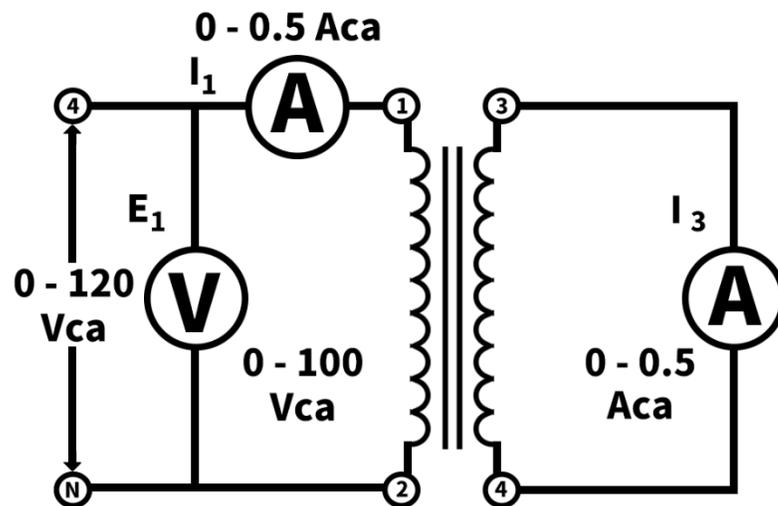

Figura 1-3
8. a) Conecté el circuito que aparece en la Figura 1-3. Observe que el medidor de corriente I_3 pone en cortocircuito al devanado 3 a 4.